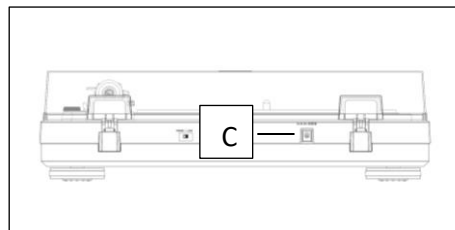

Abb. 5
1. Steckeradapter am Steckernetzteil aufsetzen und in Pfeilrichtung verriegeln (A).
2. Sicherstellen, dass der Steckeradapter korrekt verriegelt ist (B).
3. Das Kabel des Steckernetzteils mit der Buchse DC IN (C) am Gerät verbinden und dann das Steckernetzteil in die Steckdose stecken. (Abb.5)